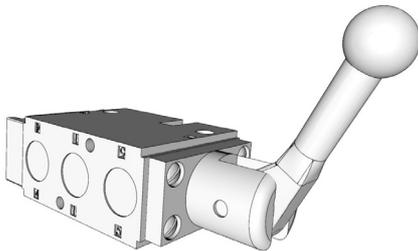

**ABB. 15**
- Normale Position: ermöglicht freie Spulendrehung (ABB. 15).